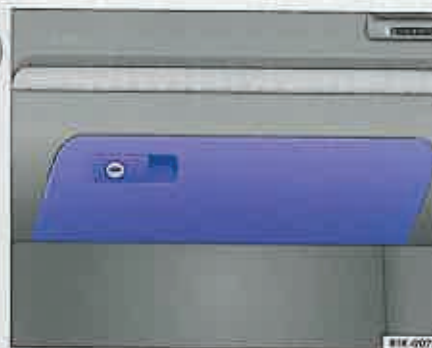

Fig. 83 Pe partea pasagerului din dreapta: Spațiu de depozitare.
- Pentru *deschiderea* compartimentului de depozitare, trageți mânerul ⇒ pagina 99, **fig. 83**". Compartimentul este încuiat, când fanta cheii se află în poziție verticală.